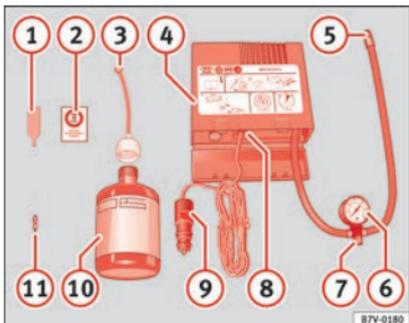

Fig. 67 Rappresentazione standard: contenuto del kit per la riparazione degli pneumatici.
- Svitare il cappuccio e l'elemento di tenuta della valvola del pneumatico. Utilizzare l'apparato » fig. 67 ① per estrarre l'elemento di tenuta. Collocarlo su una superficie pulita.
- Agitare vigorosamente la bomboletta del sigillante per pneumatici » fig. 67 ⑩.
- Avvitare il tubo di gonfiaggio » fig. 67 ③ alla bomboletta del sigillante. La piombatura della bomboletta si rompe automaticamente.
- Rimuovere il tappo del tubo di riempimento » fig. 67 ③ e avvitare l'estremità aperta dal tubo alla valvola dello pneumatico.
- Ricollocare l'elemento di tenuta con l'apparato » fig. 67 ① nella valvola del pneumatico.
- Avvitare il tubo di gonfiaggio del pneumatico del compressore » fig. 67 ⑤ nella valvola del pneumatico.
- Verificare che la vite di sfiato dell'aria sia chiusa » fig. 67 ⑦.
- Collegare il connettore » fig. 67 ⑨ a una presa elettrica a 12 V del veicolo » pag. 159.
- Collegare il compressore ad aria con l'interruttore ON/OFF » fig. 67 ⑧.